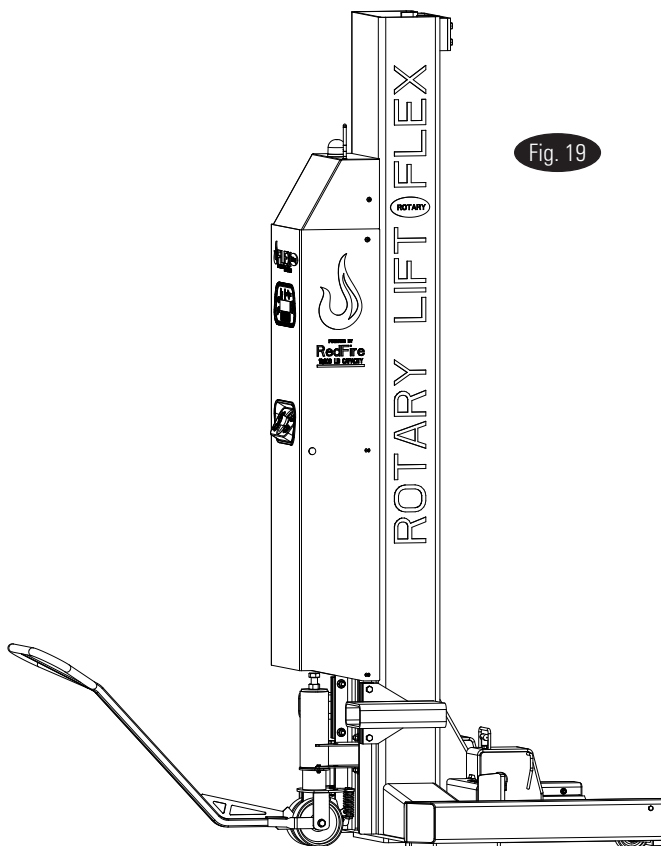

Fig. 19
- e.) Pour déplacer la colonne assurez-vous que la colonne n'est pas chargée et faites pivoter la poignée vers le bas, en libérant le blocage de roue, et poussez ou tirez sur la poignée ou la colonne tout en dirigeant avec la poignée, Fig. 19.